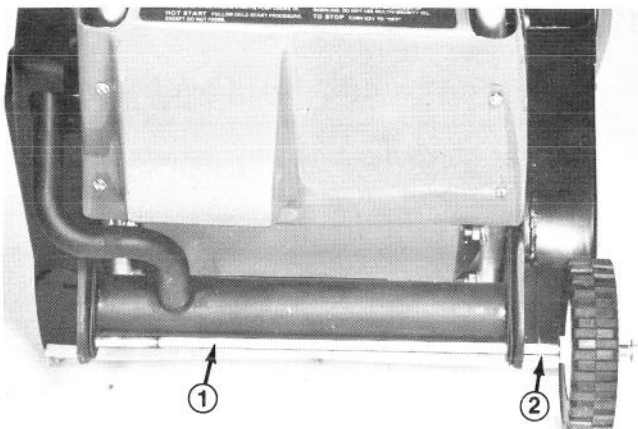

Abb. 2
4. Die Achse durch beide Achshalter schieben (Abb. 2). Dabei auf die Lage der Unterlegscheibe achten (Abb. 2).